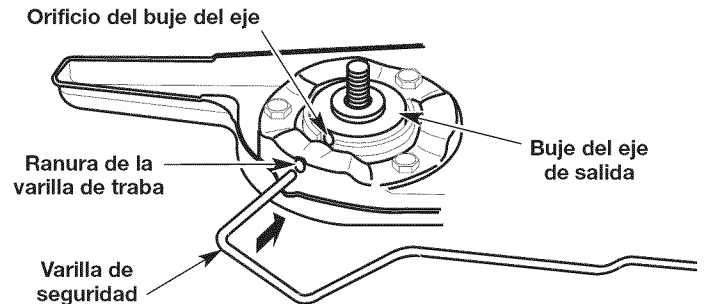
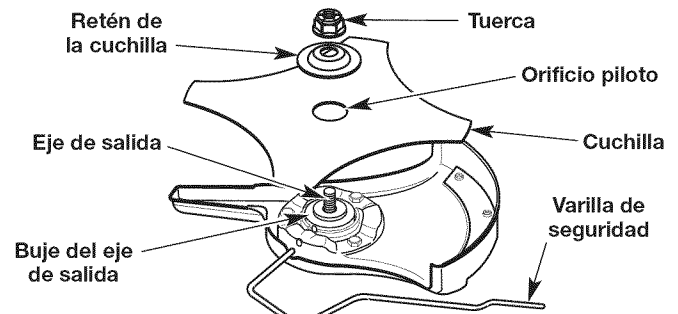

Fig. 14
Fig. 16
1. Rote la cuchilla (Fig. 16) hasta que el orificio del casquillo del eje se alinee con la ranura de la varilla de seguridad (Fig. 14).
2. Inserte la varilla de seguridad a través de la ranura de la varilla de seguridad y dentro del orificio del casquillo del eje (Fig. 14).
5. Quite la varilla de traba. Quite la contratuerca, el retenedor de la cuchilla y la cuchilla (Fig. 16). Guarde la contratuerca y el retén de la cuchilla para instalar la nueva cuchilla.
1. Rote el casquillo del eje de salida hasta que el orificio del casquillo del eje se alinee con la ranura de la varilla de seguridad (Fig. 14).
4. Mientras sujeta la varilla de traba en su lugar, baje la cuchilla sobre el buje del eje de salida (Fig. 16).
ADVERTENCIA: Para evitar lesiones personales graves, asegúrese de que el orificio piloto de la cuchilla se asiente de forma plana contra el buje del eje de salida (Fig. 16). La unidad vibrará y la cuchilla se puede desprender si la cuchilla no está centrada.
5. Coloque la retención de la cuchilla sobre el eje de salida con la superficie plana contra la cuchilla (Fig. 16).
6. Atornille la tuerca sobre el eje de salida (Fig. 16).